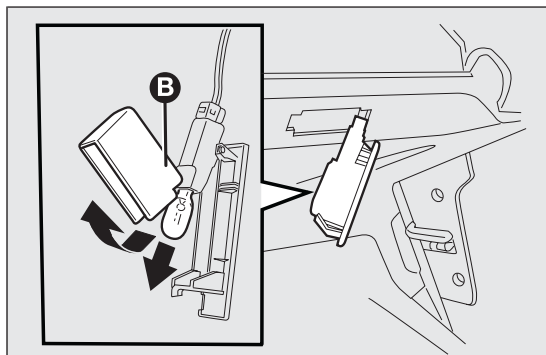

fig. 181
- aprire la protezione B fig. 181 e sostituire la lampada inserita a pressione;